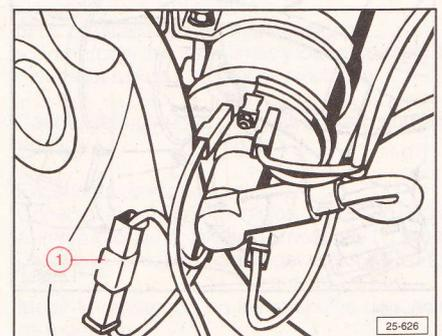
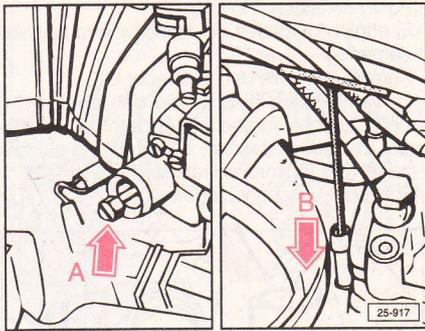

Fig. 4.62
Fig. 4.63
Desconectar la unión enchufada (1) (Fig. 4.62). Arrancar el motor y dejarlo en marcha al ralentí. Comprobar el régimen de ralentí y el contenido de CO; en su caso, ajustarlos girando alternadamente los tornillos de ajuste (Fig. 4.63). Valores de consigna: